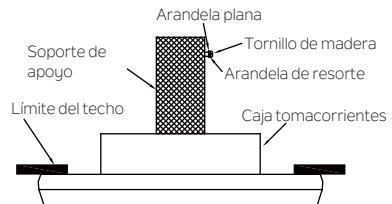

Fig. 11
Paso 1. Insertar un tornillo para madera y arandelas en el costado de la abrazadera que sostiene la caja tormacorrientes. Deje 3 mm (1/8 ") de espacio entre la abrazadera de soporte y la arandela (Fig. 11)